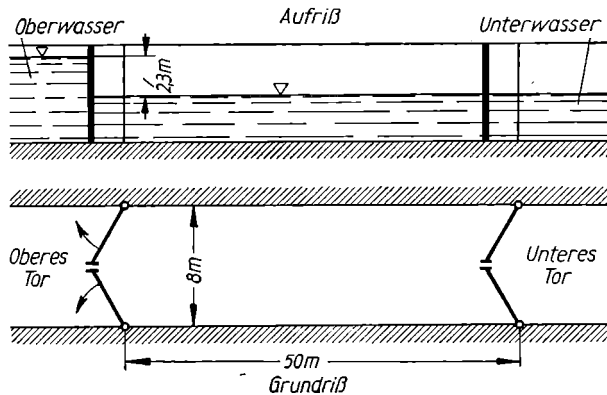

Bild 256
75. Eine Schleusenkammer hat 50 m Länge und 8 m Breite (Bild 256). Das Gefälle, d. h. der Höhenunterschied zwischen Oberwasser und Unterwasser, beträgt 2,3 m. Soll ein abwärtsfahrendes Schiff aus dem Oberwasser durchgeschleust werden, so wird das untere Tor geschlossen, die Wasserschütze im oberen Tor geöffnet und die Schleusenkammer aus dem Oberwasser gefüllt. Hierauf kann das obere Tor geöffnet werden und das Schiff einfahren. In derselben Weise erfolgt die Entleerung der Kammer durch das untere Tor und die Ausfahrt des Schiffes. Jeder der beiden Flügel eines Tores enthält ein Schütz, dessen rechteckige Öffnung, 1,6 m breit und 0,4 m hoch, stets ganz unter Wasser liegt. Wie lange dauert die Füllung bzw. Entleerung der Schleusenkammer bei einer Ausflußzahl 0,62 (s. Aufg. 63)?